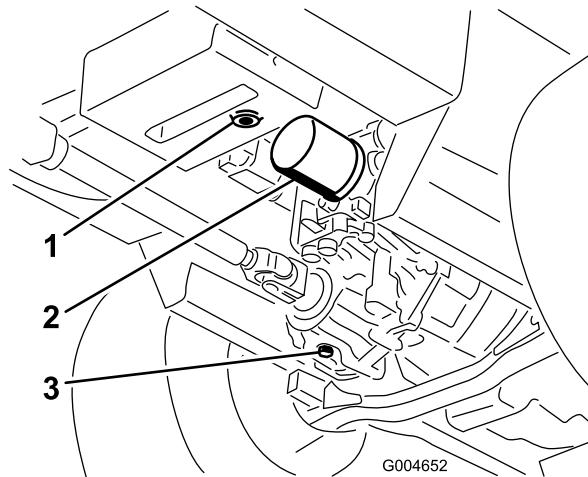

Figura 70
- Coloque un recipiente grande debajo del depósito de aceite hidráulico y el alojamiento de la transmisión y retire los tapones; deje que se vacíe todo el aceite hidráulico (Figura 70).
- Limpie la zona alrededor del filtro de aceite hidráulico y retire el filtro (Figura 70).